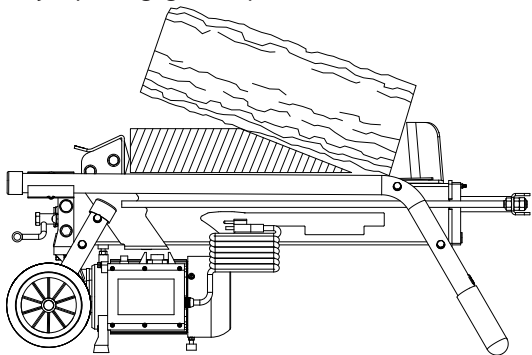

Figure 6
2. Une fois le poussoir de bûche est à l'arrêt complet dans sa position initiale, placer un coin en bois sous la bûche coincée. (VOIR FIGURE 6)